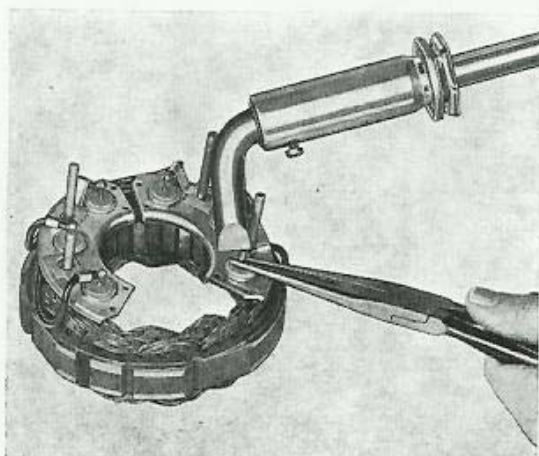

Bild 34. Fastlödning av dioder
3. Löd fast dioderna, bild 34.